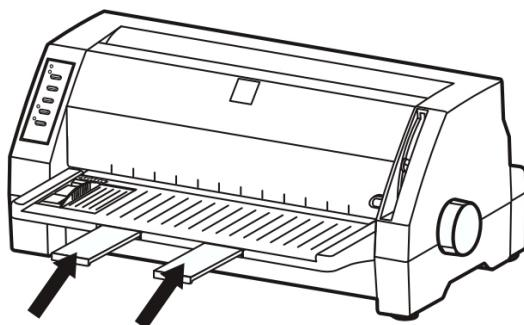

图 3-4 拉出小托纸架
5. 如果纸张较长, 请拉出小托纸架 (如图 3-4 所示)。